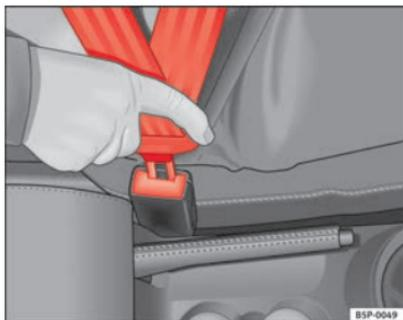

Abb. 12 Gurtschloss und Schliessung des Sicherheitsgurtes
- Stecken Sie die Schliessung in das zum Sitz gehörende Gurtschloss, bis es hörbar einrastet ⇒ Abb. 12.